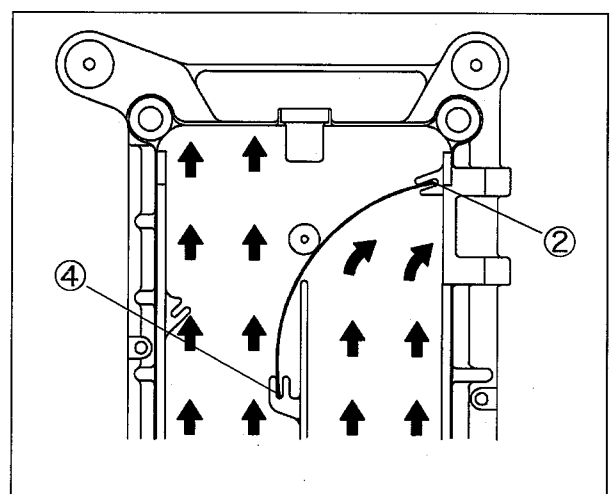

図3
ミシンの回転が速く、ホコリの発生が少ない場合は、風調整板①を油受ケのガイド部②と④に差し込んでください。(図3参照)